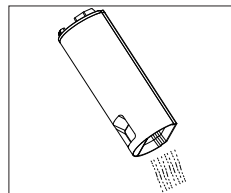

Abb. 12 – Wassertank entleeren
- ▶ Entleeren Sie den Schmutzwassertank über einem Waschbecken und spülen Sie ihn mit klarem Wasser aus (**siehe Abb. 12**).